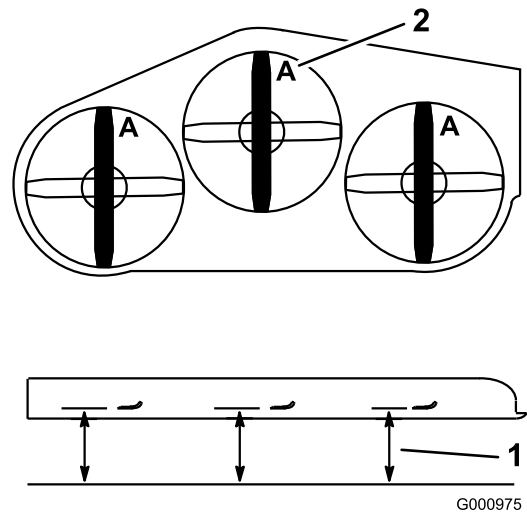

Figure 92
3. Placez la machine sur une surface plane, tournez une lame dans le sens longitudinal. Mesurez au point **A** et entre la surface plane et le bord coupant des pointes des lames (Figure 92)